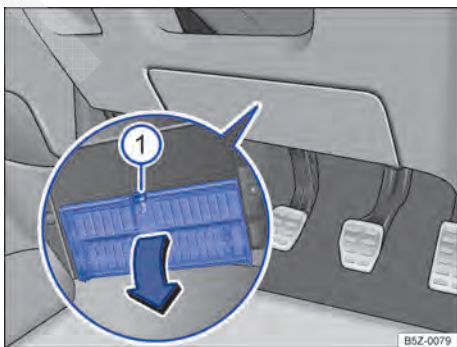

Fig. 168 No lado do condutor embaixo do painel de instrumentos: abrir a cobertura da caixa de fusíveis. ►
- **Abrir:** pressionar a alavanca de travamento → Fig. 168 ① até que a cobertura se abra.
- **Fechar:** rebater a cobertura no sentido contrário à seta até que ela se trave audivelmente na alavanca de travamento ①.